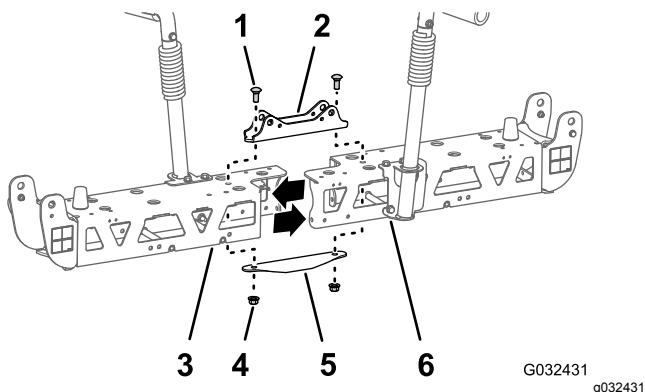

Рисунок 51
2. Удалите два каретных болта (1/2 x 1-1/4 дюйма) и две контргайки (1/2 дюйма), которые крепят узкое крепление цилиндра, левую и правую ферменные рамы и узкую соединительную пластину (Рисунок 51).